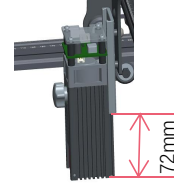
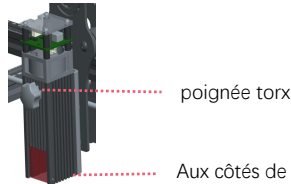

Figure 3
Figure 4
L'installation de la courroie synchrone de l'axe Y peut faire référence à la courroie synchrone installée sur l'ensemble de l'axe X. Déterminez si la courroie de distribution est suffisamment tendue: appuyez sur la position indiquée à la figure 4 avec vos doigts, et s'il n'y a pas de déformation évidente, elle est suffisamment serrée. Si la déformation est importante, desserrez une extrémité de l'écrou en T et serrez la courroie de distribution, puis serrez l'écrou en T.
2. Insérez le module laser verticalement dans le bloc du rail coulissant et déposez-le librement du côté de la mise au point, puis serrez la poignée torx. La distance maximale de déplacement vers le bas du module laser est de 72 mm. La position limitée pour le mouvement vers le haut est que le bas du laser affleure le bas du bloc coulissant (Figure 3. Figure 4). Les plages d'épaisseur des produits gravés ou découpés correspondant à chaque groupe de trous dans le bloc de glissière sont différentes (comme illustré sur la figure 5).